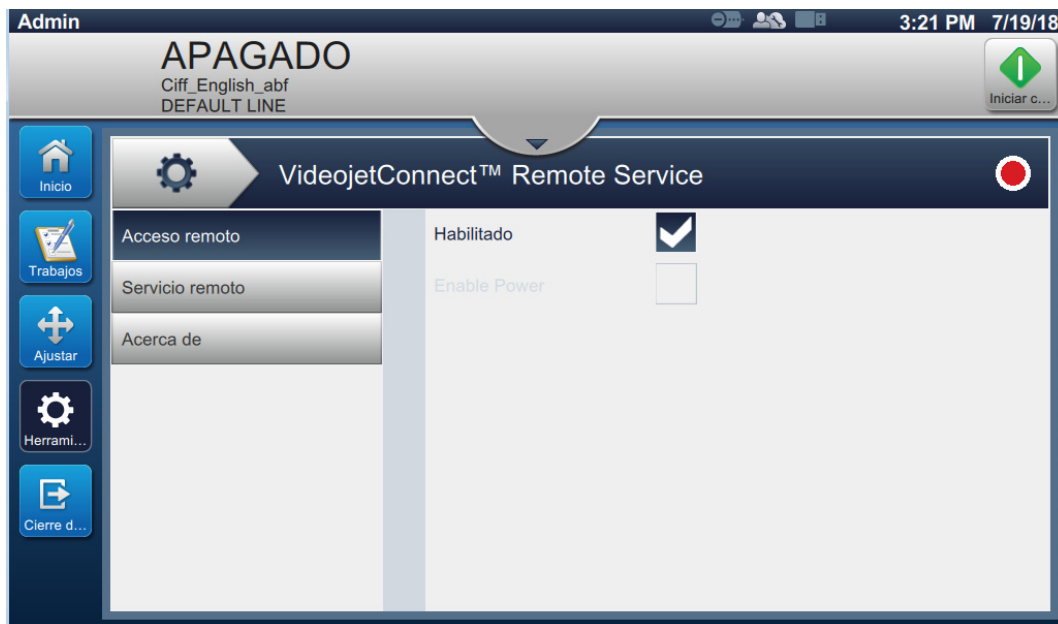

Figura 6-25. Pantalla VideojetConnect Remote Service
1. Pulse el botón  de la pantalla Herramientas. Se abrirá la pantalla VideojetConnect Remote Service, como se muestra en la Figura 6-25.